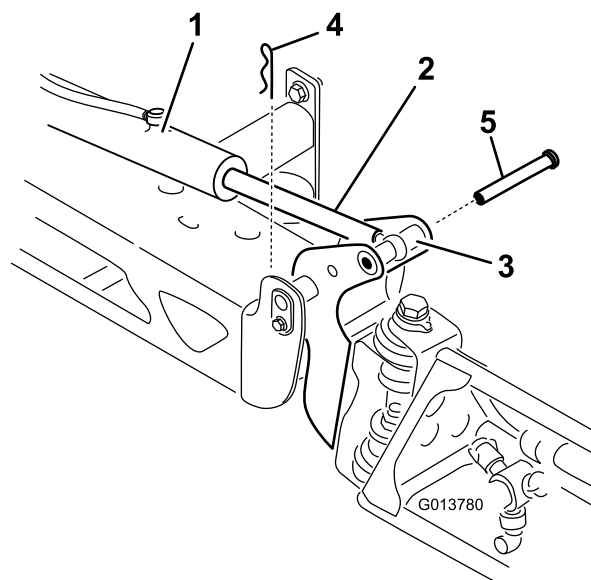

图 64
2. 从枢轴销 (图 64) 上拆下开口销。
3. 向上提起喷洒臂拆下柱销然后将喷洒臂慢慢放到地面上 (图 64)。
7. 支撑住喷洒臂、将柱销插入喷洒臂枢轴和提升器杆 (图 64)。